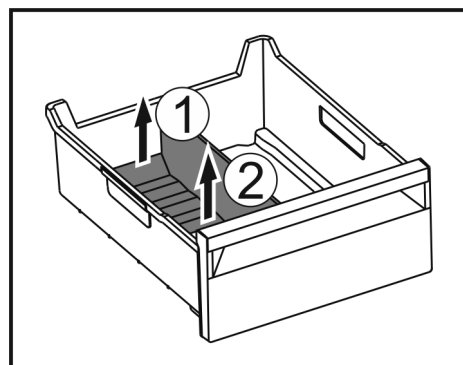

Fig. 145
- ▶ Achterste deel van de ijsvak-scheider optillen. Fig. 145 (1)
- ▶ Ijsvak-scheider er naar boven toe uitnemen. Fig. 145 (2)